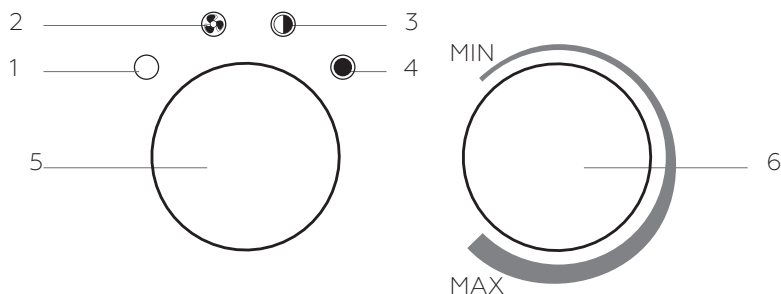

Рисунок 4
Извлеките пушку из картонной коробки. Сохраните коробку для межсезонного хранения. Убедитесь, что клавиши переключателя 5 (см. Рис. 4) находится в положении «О», а ручка терморегулятора 3 повернута в крайнее против часовой стрелки положение «MIN». Во избежание перегрузки электросети не рекомендуется подключать обогреватель к розетке, к которой подключены другие электроприборы большой мощности.
Для включения прибора в режиме вентиляции (без нагрева) переведите ручку переключателя (5) в положение «», (см. Рис. 4), при этом начинает работать вентилятор. Чтобы отключить режим вентиляции и выключить прибор, переведите ручку переключателя (5) в положение «О». Если температура окружающего воздуха выше, чем установленная терморегулятором, пушка работает в режиме вентиляции без нагрева. Если температура окружающего воздуха ниже, чем установленная терморегулятором, пушка работает в режиме вентиляции с нагревом (мощность нагрева зависит от положения клавиши переключателя). Ручкой терморегулятора (6) устанавливается требуемая температура воздуха в помещении. Терморегулятор поддерживает заданную температуру путем автоматического отключения и включения электронагревателя (примерный диапазон поддерживаемой температуры от 0 до +40 °C). Для увеличения желаемой температуры поверните ручку терморегулятора по часовой стрелке, для уменьшения – против часовой стрелки.
Переведите кнопку включения/выключения в положение «» (см. Рис. 4) и выньте. Подождите пять – десять минут. Это необходимо для охлаждения ТЭНов прибора. Переведите ручку (5) в положение «О» (выключено). Отключите прибор от сети не ранее чем через десять минут после работы вентилятора или после того, как прибор в течении десяти минут будет находиться в режиме «О» (выключен).